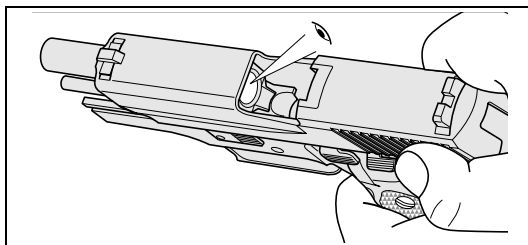

Fig. 3
5. Verifique (de forma visual y manual con la ayuda de un elemento auxiliar) que el cartucho haya sido expulsado y que no se encuentre ningún cartucho en la recámara (véase Fig. 3).
3. Comprobar que no se encuentre ningún cartucho en la recámara (véase Fig. 3).
4. Girar hacia abajo palanca de desmontaje **16** (véase Fig. 3).